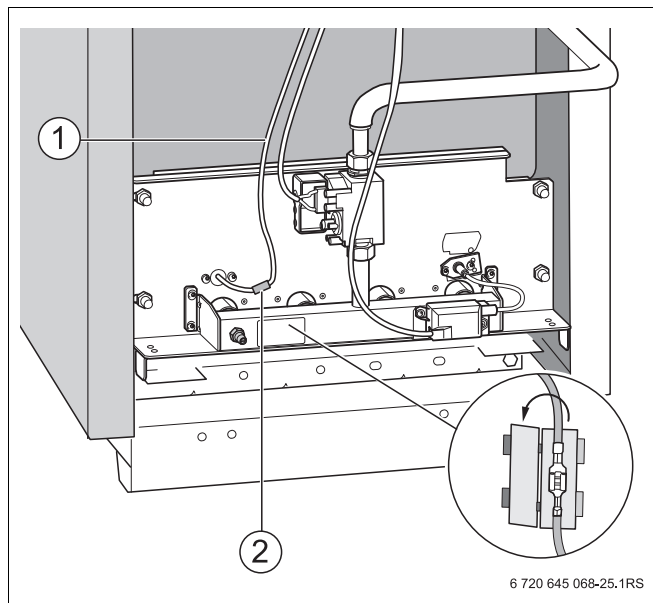

Рис. 29 Удаление контактного предохранителя
- Удалить контактный предохранитель (Рис. 29, поз. 2) на контрольном кабеле (Рис. 29, поз. 1) и вынуть штекер.